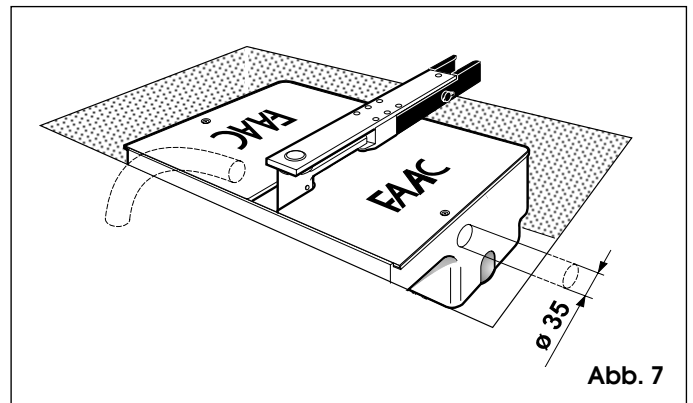

Abb. 7
- 3) PVC-Kabelführung mit 35 mm Durchmesser für 4-poliges Elektrokabel zum elektronischen Steuergerät verlegen (Abb. 7).
Ferner wird die Verlegung eines Regenwasser-Drainagerohrs bis zur nächsten Abwasserleitung empfohlen (Abb. 7).